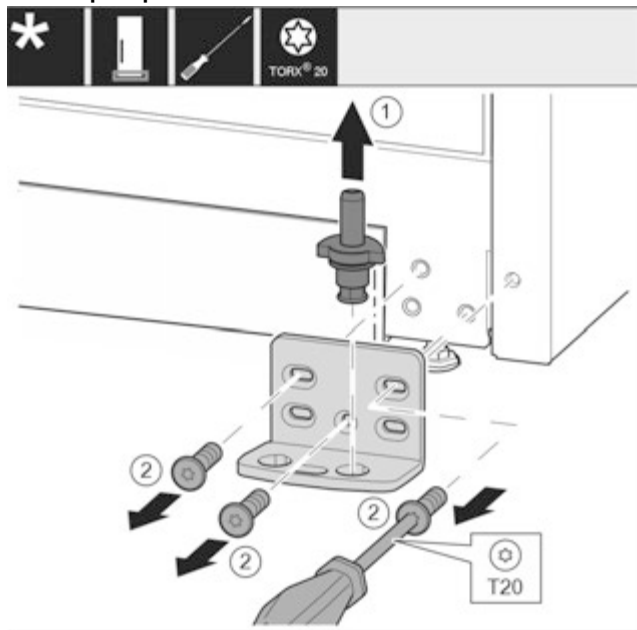

Fig. 12
- ▶ Опорний гвинт цілком витягнути рухом вгору. Fig. 12 (1)
- ▶ Викрутіть гвинти за допомогою викрутки T20 та зніміть опорний кронштейн. Fig. 12 (2)